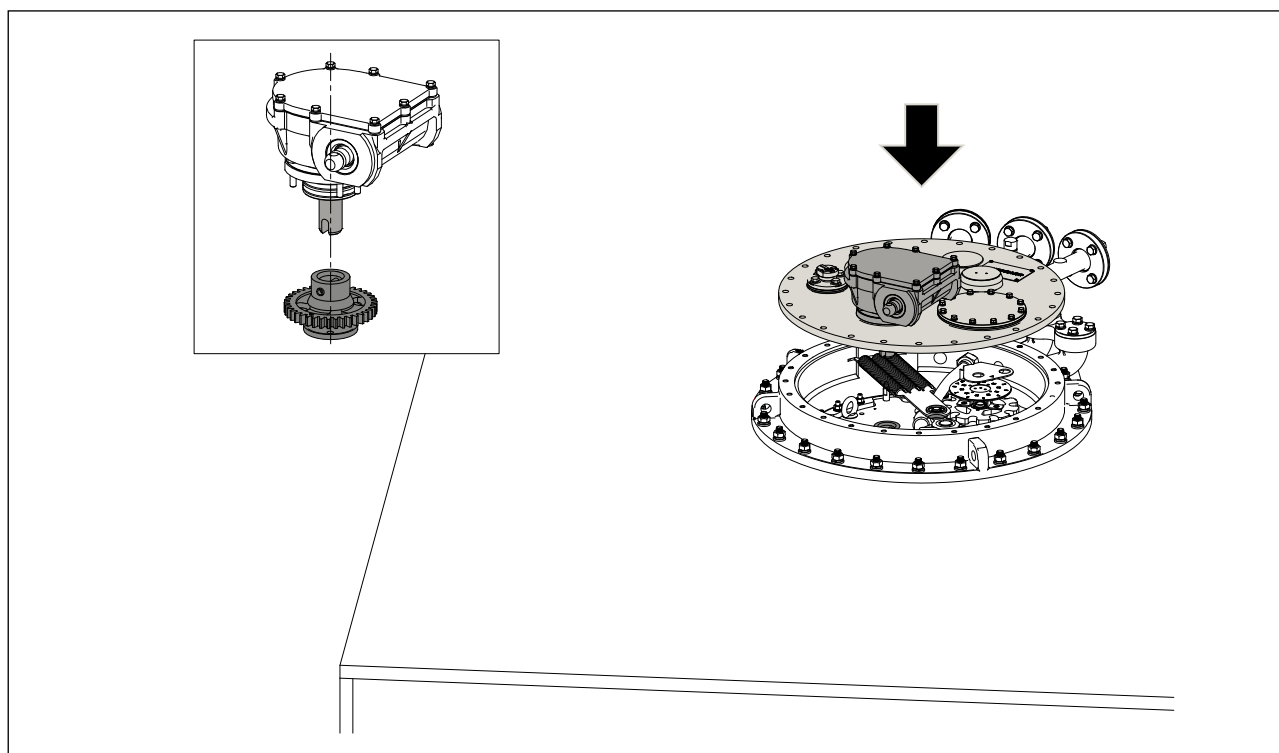

图 5-18 对齐传动齿轮销孔
2. 对齐扁齿轮盒和复合开关芯子上的传动齿轮销孔（见图 5-18）。